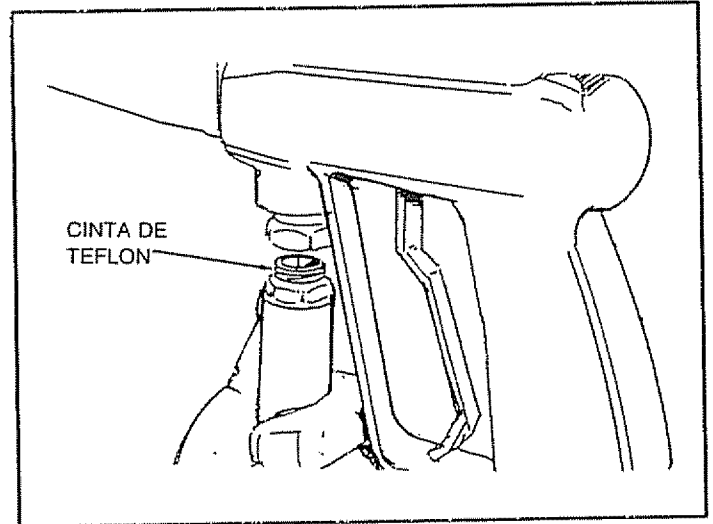

FIG. 5
- Una el acople con cinta de teflón al ensamble de pistola y vara (Fig. 5). Usted puede girar la pistola o la manguera para asegurar la conexión. Aprieta con una llave ajustable.